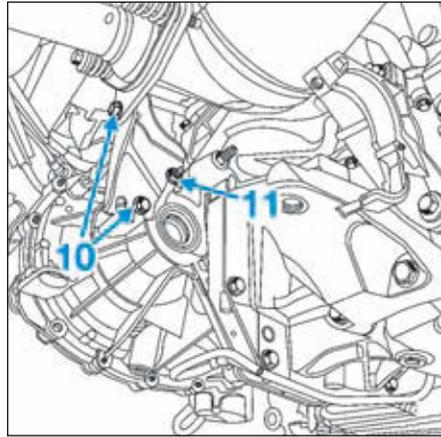

FIG.9
- Déposer les vis (10) et l'écrou (11) de fixation de la béquille du catalyseur puis la retirer (Fig.9).